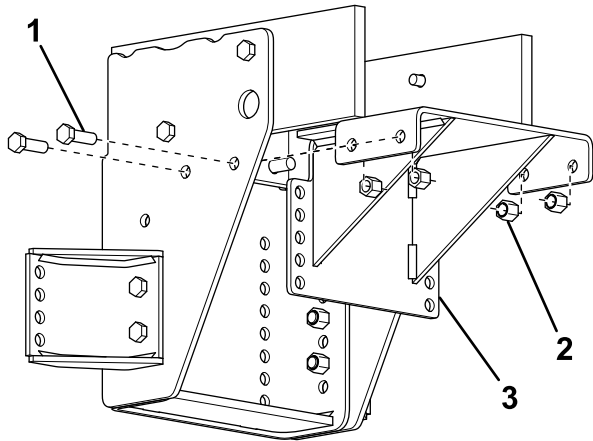

Figura 5
12. Sujete la chapa de unión central a las placas laterales usando 4 pernos ($\frac{1}{2}$ " x $\frac{1}{2}$ ") y tuercas (Figura 5).